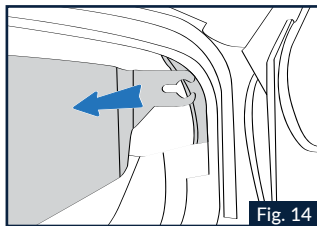

Fig. 14
- 3.2. Agarre la parte lateral izquierda de la pantalla parasol y tire de esta hacia el exterior del casco (véase Fig. 14)
- 4.2 Introduzca el extremo izquierdo de la pantalla parasol en la guía hasta que quede completamente trabado en el alojamiento de la calota (Fig. 14).